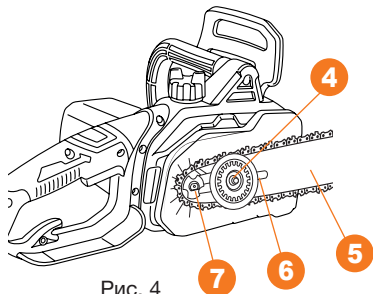

Рис. 4
- Выкрутите максимально вправо натяжную шайбу **4**, на неустановленной шине, затем установите шину на направляющую шпильку **6** и выкрутите натяжную шайбу влево, чтобы шина **5** переместилась максимально близко к ведущей звездочке **7**. Сориентируйте направление зубьев цепи по стрелке на корпусе и наденьте ее на ведущую звездочку, уложите цепь в пазы шины (Рис. 4).